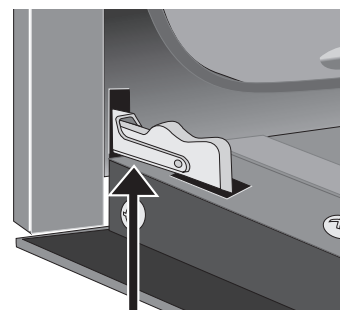

Figure 26: Charnière en position verrouillée
4. Poussez les verrous des charnières vers le haut et dans le cadre du four jusqu'à ce qu'ils soient en position verrouillée (Figure 26).